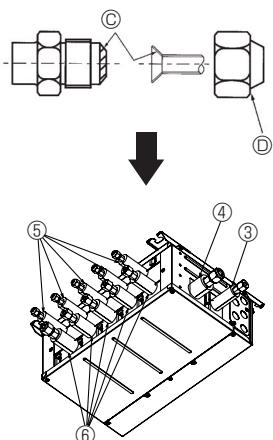

Fig. 7-2
① Appliquer de l'huile réfrigérante sur toute la surface évasée (Fig. 7-2).
② Utiliser en principe des écrous évasés adaptés (les écrous évasés en vente dans le commerce peuvent se briser).